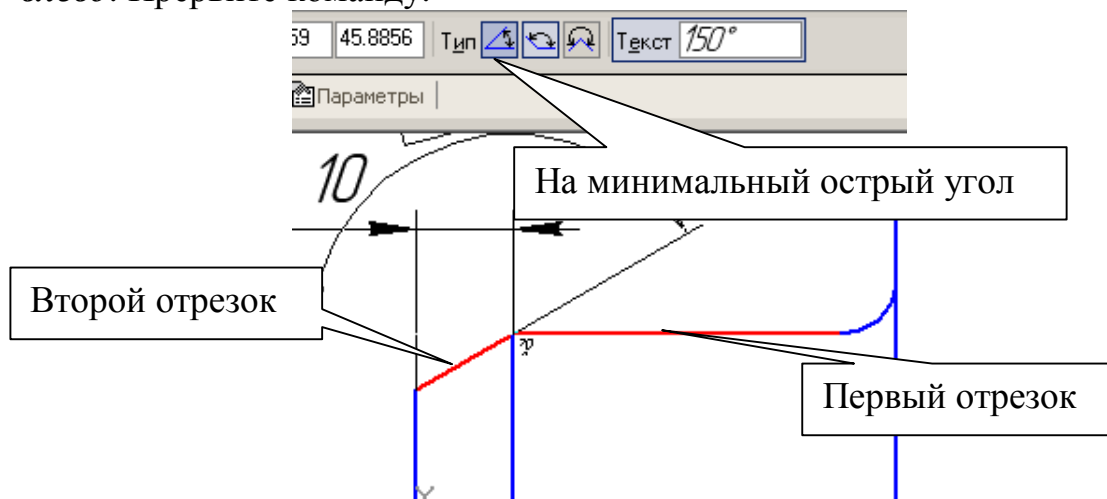

Рис. 84
- Проставьте угловой размер, выбрав команду **Угловой размер** . Укажите последовательно два отрезка прямой, в строке параметров выберите **На минимальный (острый) угол**, рис. 84. В параметрах укажите **На полке влево**. Прервите команду.